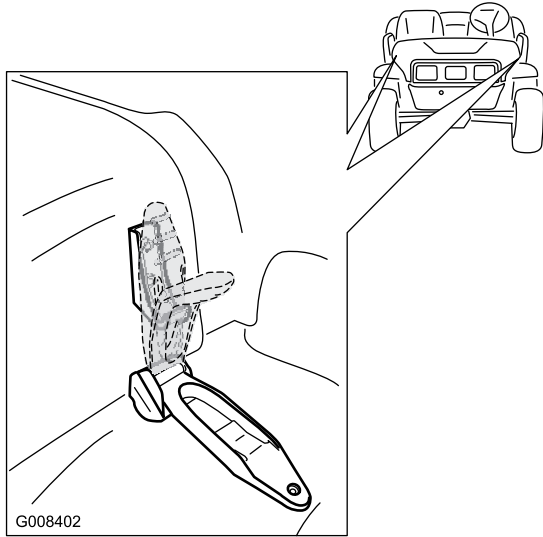

Figura 23
1. Eleve a pega dos trincos de borracha de cada lado do capot (Figura 23).
2. Segure no capot alinhando os trincos de borracha com as 1/2ncoras do trinco em cada lado do capot (Figura 23).